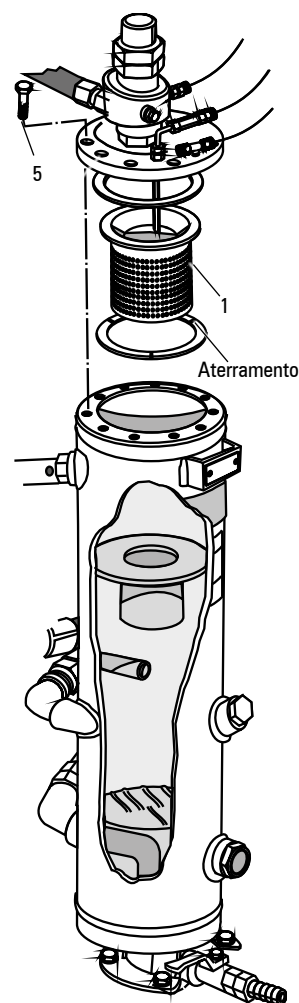

FIGURA 17.5
- Para os compressores SRP 4100 e SRP 4200 existe um suporte no reservatório para facilitar a remoção de sua tampa, como na figura 17.5